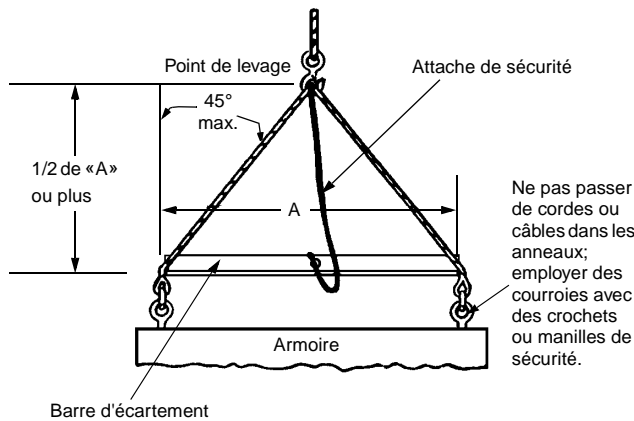

Figure 1 : Levage avec anneaux
Lorsque l'appareil doit être déplacé entre des niveaux différents sans pouvoir disposer d'un monte-charge ni d'un chariot élévateur convenable, un système de palans au plafond peut devenir nécessaire. Des plaques et anneaux de levage (figure 1) ou des traverses, barres d'accrochage angulaire ou autres barres dotées de trous de levage (figure 2) peuvent être fournis comme partie permanente ou détachable de l'appareil. À défaut, un câble, une chaîne ou des courroies (figure 3) peuvent être arrimés autour de l'appareil.
- Utiliser des barres d'écartement (figure 1) ou de tension (figure 3) pour assurer le levage vertical sur les anneaux et courroies de levage et éviter des chocs ou d'autres dommages à l'armoire ou à son fini. Les barres de levage, sur de longues configurations, peuvent imposer des barres d'écartement supplémentaires afin de réduire la charge compressive horizontale.